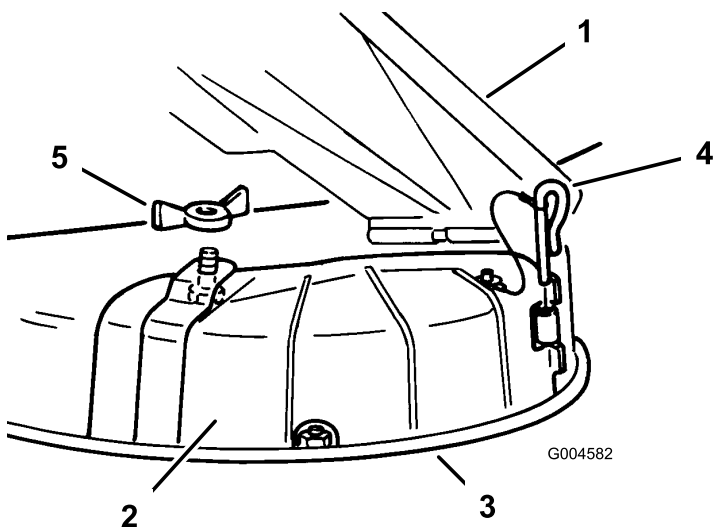

Figura 18
3. Retire a porca de orelhas e o parafuso que fixam a cobertura no lugar (Figura 18).
4. Retire o pino da dobradiça que fixa a cobertura à plataforma (Figura 18).
3. Levante o defletor de relva e coloque a cobertura de descarga por cima da abertura no rebordo inferior no cortador e deslize-o para a dobradiça frontal (Figura 18).
4. Faça deslizar o pino da dobradiça pela dobradiça (Figura 18).
5. Fixe a cobertura de descarga ao cortador com a porta de olhelhas (Figura 18).